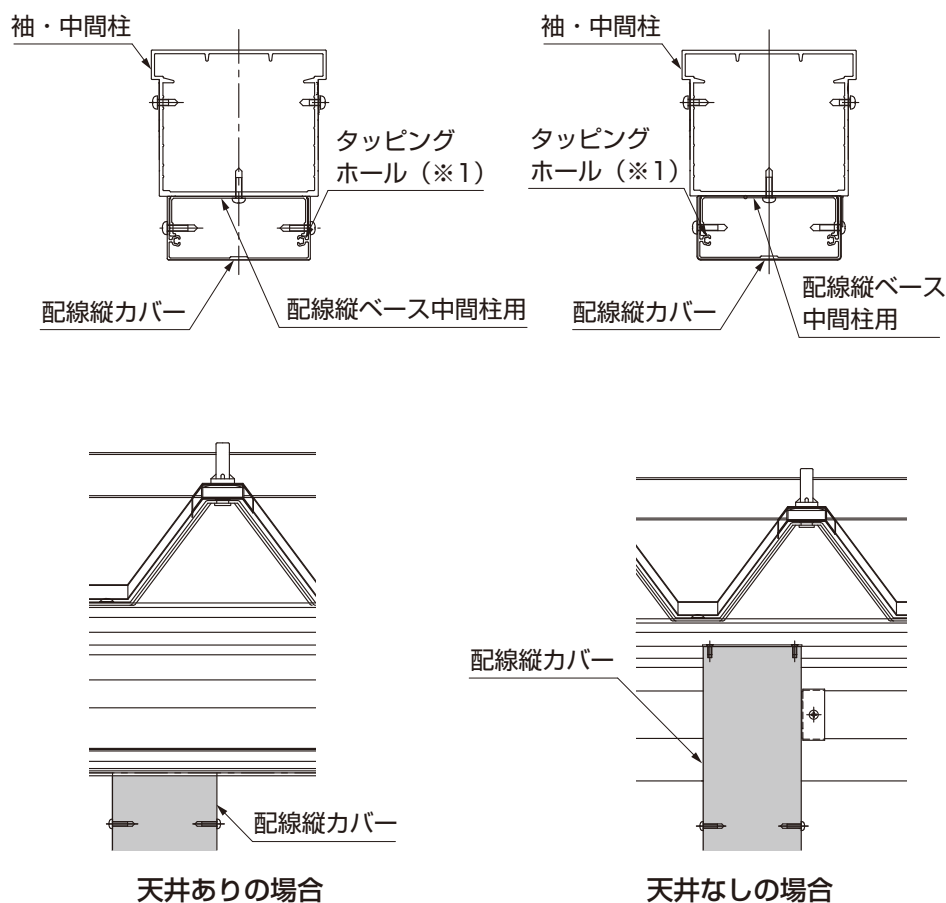

図4-6 配線カバー中間柱の取付け位置
- 配線縦カバーにはタッピングホールがついています。配線カバー端部キャップの取付けネジはタッピングホール（※1）に取付けてください。（図4-6参照）